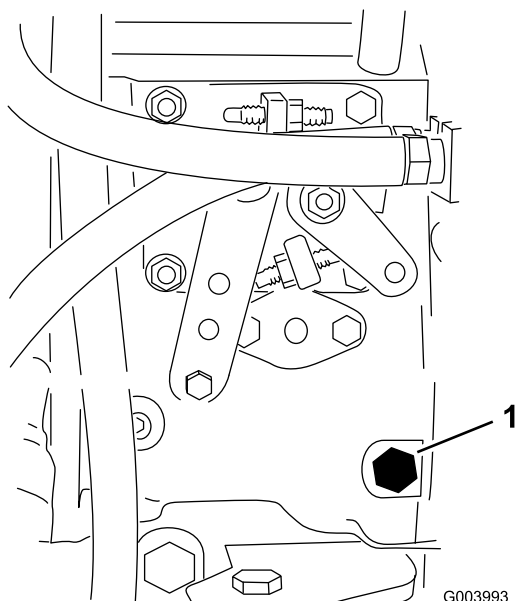

Figura 30
3. Desaperte o parafuso de drenagem que se encontra na bomba de injeção de combustível (Figura 30) com uma chave de 12 mm.